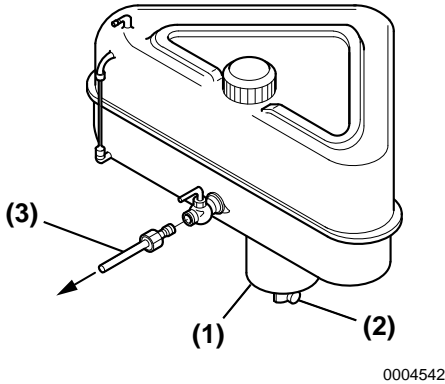

Figure 1
Installez un robinet de vidange (**Figure 1, (2)**) au fond du réservoir de carburant afin d'enlever l'eau et les contaminants. (**Figure 1, (1)**).